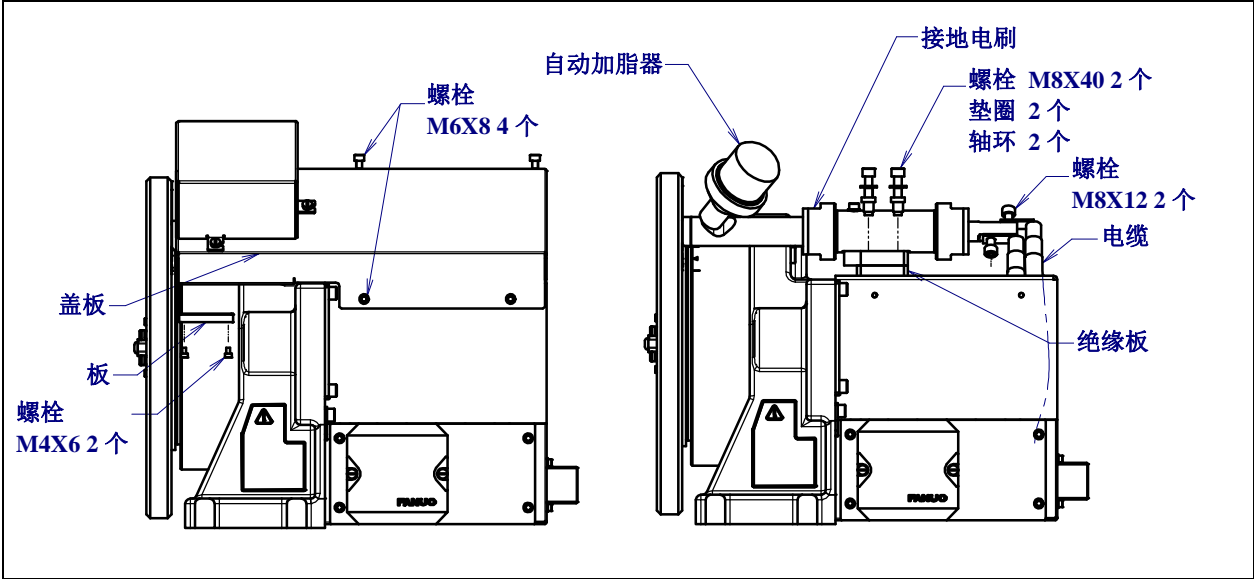

图 6.4 接地电刷的更换
- 7 更换回转节，按照相反的步骤进行装配。关于空气管的颜色的连接位置，请按照图 6.4 (b)。用尼龙绑带把 AS 电缆和空气管固定到电缆夹上。